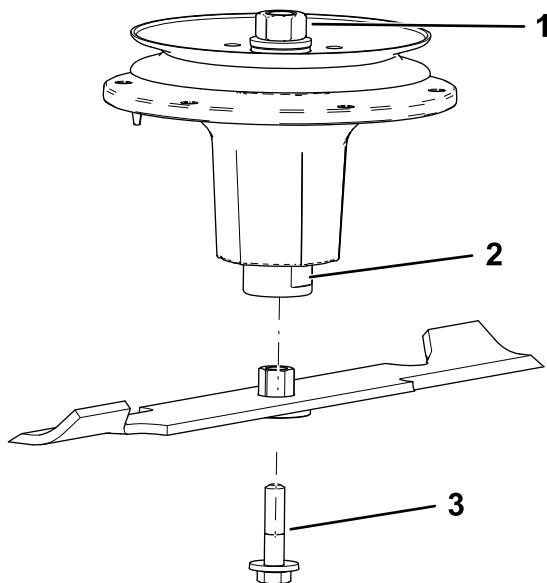

Figure 80
- Installez l'ensemble douille et lame sur l'axe de pivot (Figure 80).